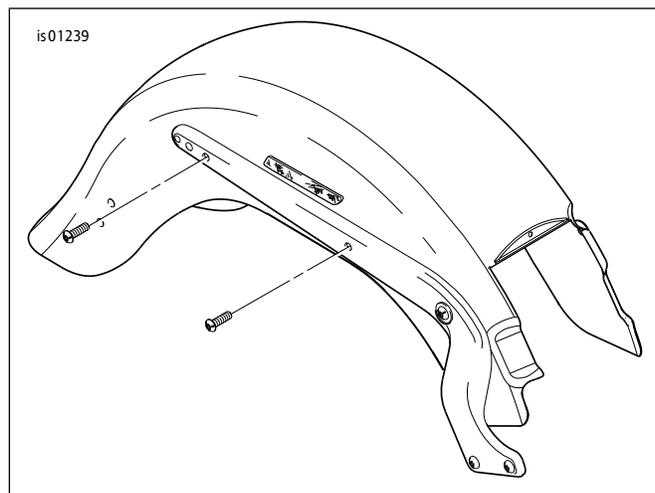
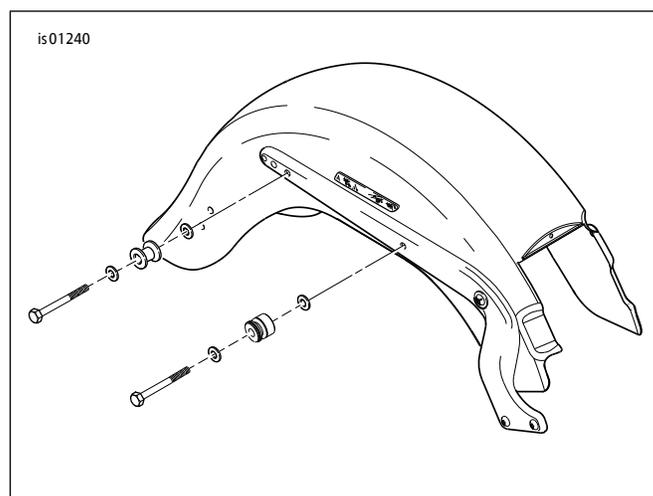

图4。拆卸原厂螺丝并丢弃
图5。拆卸对接五金件并保留
1. 参见图4。在一侧挡板上拆下两个原厂挡板固定螺丝并丢弃，如图所示。
1. 如果之前未安装对接五金件：参见图4。在一侧挡板上拆下两个原厂挡板固定螺丝并丢弃，如图所示。如果之前已安装对接五金件：参见图5。在一侧挡板上拆下挡板固定螺丝和对接五金件并保留，如图所示。注意对接五金件的位置(前或后)、朝向和顺序。